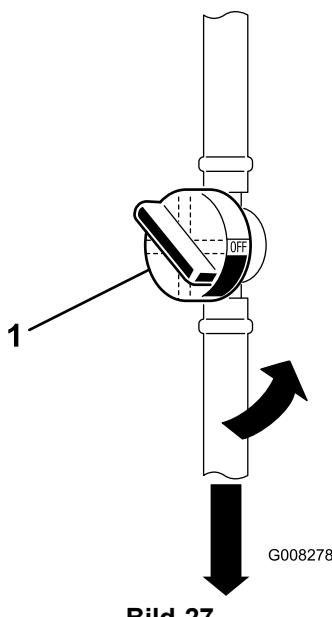

Bild 27
6. Schließen Sie den Kraftstoffhahn (Bild 27).
7. Drücken Sie die Enden der Schlauchklemmen zusammen und schieben diese weg vom Kraftstofffilter (Bild 27).